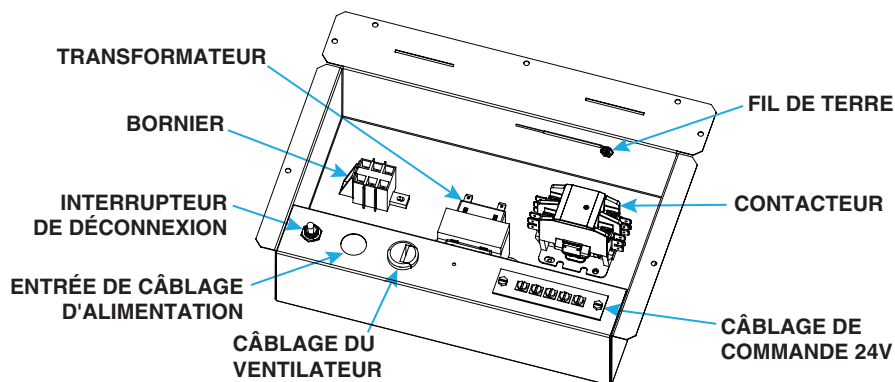

Figure 3. Boîte de contrôle typique
- Le câblage d'alimentation entre comme illustré à la **Figure 3** et se connecte aux fils en queue de cochon du sectionneur (voir **Figure 3**) et au fil de terre.
- Le bornier pour les connexions de commande 24V est situé à l'extérieur du boîtier de commande à l'arrière de l'unité, comme illustré à la **Figure 3**. La bande a cinq bornes : C, R, G, W1 et W2.
Un interrupteur à bascule de déconnexion (voir Figure 3) à l'arrière de l'appareil allume et éteint l'appareil. Lors d'une utilisation normale, ce commutateur est activé. Assurez-vous que cet interrupteur est sur OFF avant de procéder à l'entretien de l'appareil.